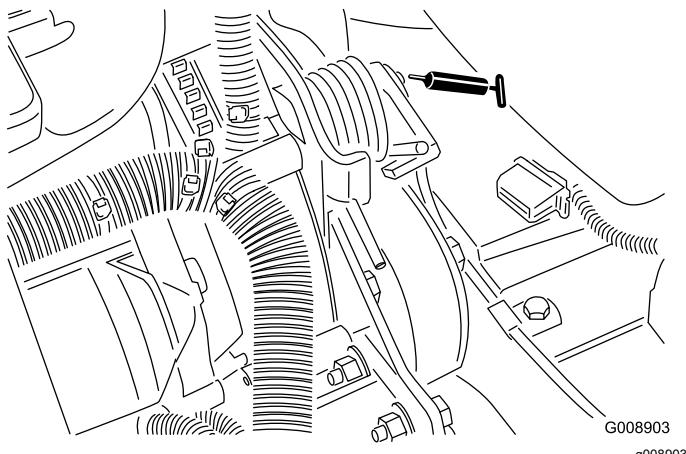

Figura 51
- Articulação da tensão da correia (Figura 51)